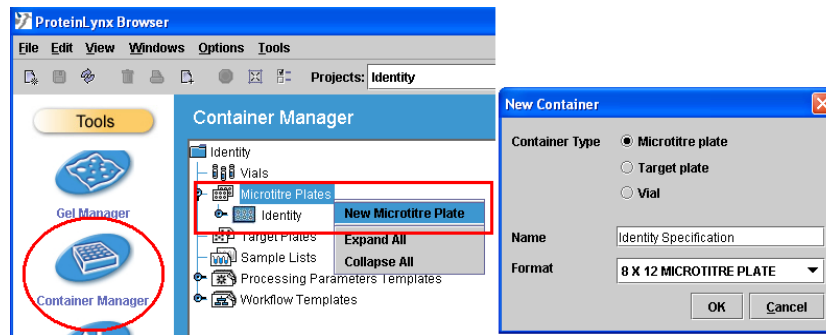

Figure 100 - Addition of a new microtitre plate
24. In the navigator tree, click **Microtitre Plate** (Figure 100).